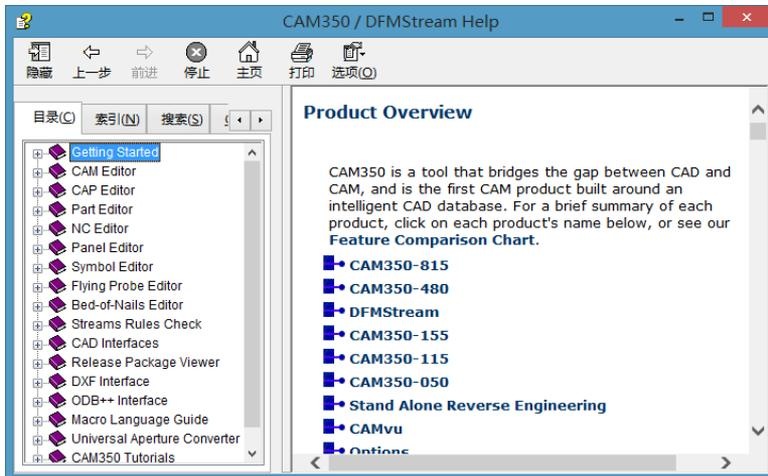

图 17-25 CAM350 Help 窗口
(23)F1 弹出如图 17-25 所示的窗口，该窗口中的内容可以帮助用户掌握 CAM350 的使用方法。